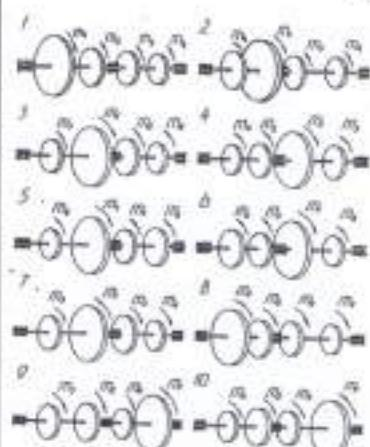

FIG. 2
**Задача №2.** Для стального трансмиссионного вала (рис.2) требуется: